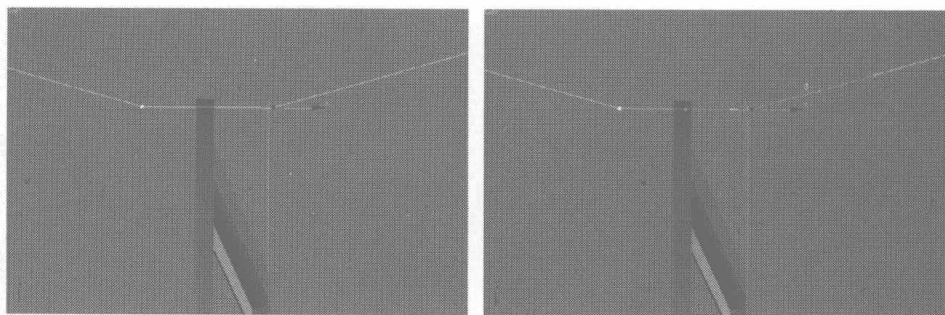

图 7.259
- 24 单击右键，在弹出的快捷菜单中选择 **Refine** 命令，在最下端的节点处单击，添加一个节点，然后移动节点到另一侧，如图 7.258 所示。在  控制面板下，单击 **Geometry** 卷展栏中的 **Attach** 按钮，将两段线进行合并，然后选择两节点，单击 **Weld**  **139.1** 按钮，并在旁边调整合并点之间的距离，合并两个节点，如图 7.259 所示。